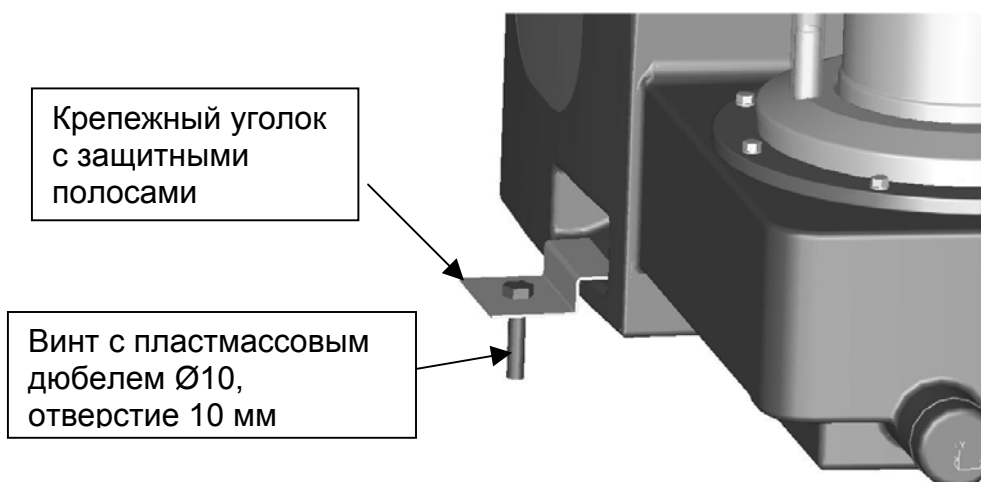

Рис. 6. Крепление установки на полу
- Согласно EN 12056-4 устройства отвода стоков должны быть тщательно закреплены. С помощью прилагаемого крепежного материала установка крепится к полу за два кармана на боковых плоскостях резервуара. (Рис. 6)